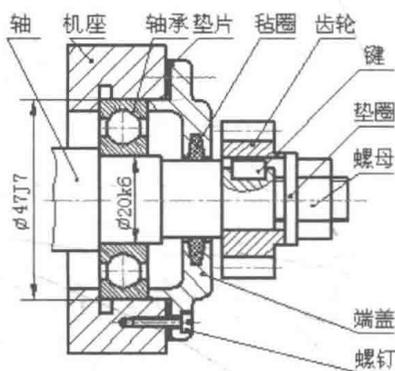

图 1-6 相邻零件的剖切面的画法
- 相邻两个零件的剖面线，倾斜方向应尽量相反，当不能使其相反时，则剖面线的间距不应该相等，或者使剖面线相互错开，如图 1-6 所示的机座与轴承、机座与端盖、轴承与端盖。